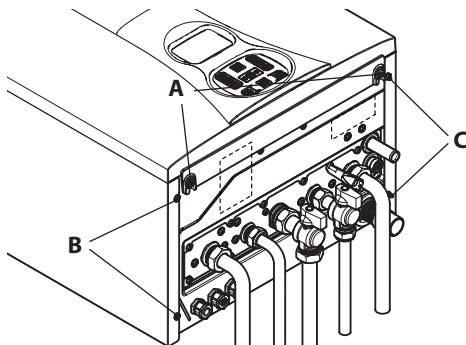
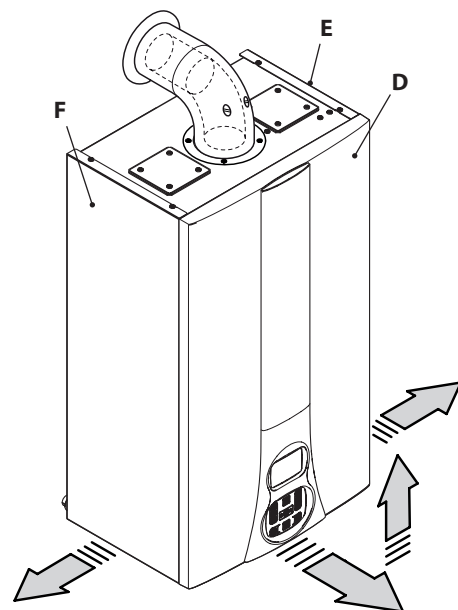

Figura 9.6
Figura 9.7
tale **D** tirandolo a sé e quindi spingendolo verso l'alto in modo da liberarlo dalle sedi superiori (Figura 9.6 e Figura 9.7).
Allentare la viti **B** e **C** in Figura 9.6 e togliere i due pannelli laterali **E** ed **F** tirandoli verso l'esterno.
- Bloccare il pannello frontale **D** con le apposite viti **A** (Figura 9.6).